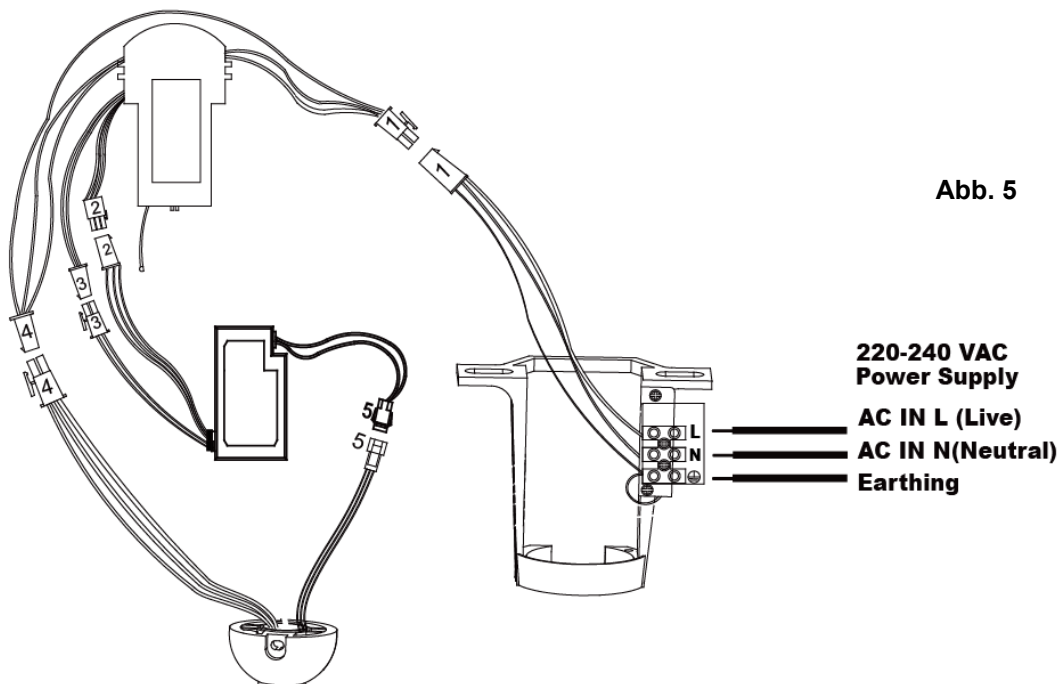

Abb. 5
3. Für Einzelheiten zu den elektrischen Anschlüssen/Montage beziehen Sie sich bitte auf den mitgelieferten Schaltplan. **Abb.5**